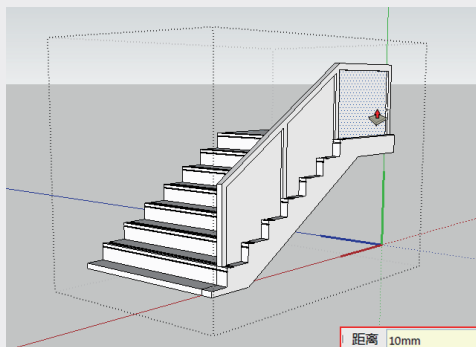

图3-221
- 10 继续使用“推/拉”工具, 按住Ctrl键将另一侧玻璃面向外推10mm，并删除多余的面，如图3-221所示。